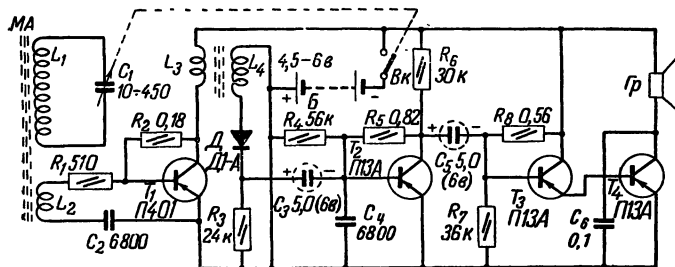

Рис. 2. Принципиальная схема-приемника.
**Схема приемника.** Приемник выполнен по схеме прямого усиления 1—V—3 (рис. 2) и